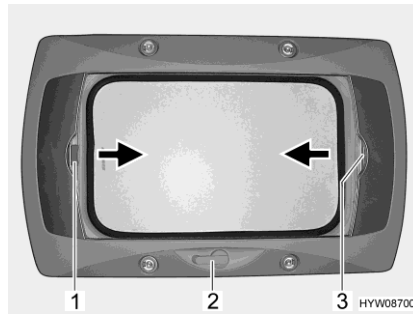

Bild 83 Kurbelhub-Dachhaube
**Öffnen:** ■ Die Handkurbel (Bild 83,2) drehen, bis Widerstand spürbar ist.
**Schließen:** ■ Die Faltverdunklung am Griff (Bild 83,3) in Pfeilrichtung ziehen und an der gewünschten Position loslassen. Die Faltverdunklung bleibt in dieser Position stehen.
**Schließen:** ■ Das Insektenschutzrollo am Griff (Bild 83,1) in Pfeilrichtung zum gegenüberliegenden Griff der Faltverdunklung (Bild 83,3) ziehen und einrasten lassen.
**Öffnen:** ■ Den Griff des Insektenschutzrollos (Bild 83,1) hinten nach oben drücken und das Insektenschutzrollo an der Faltverdunklung (Bild 83,3) aushängen.